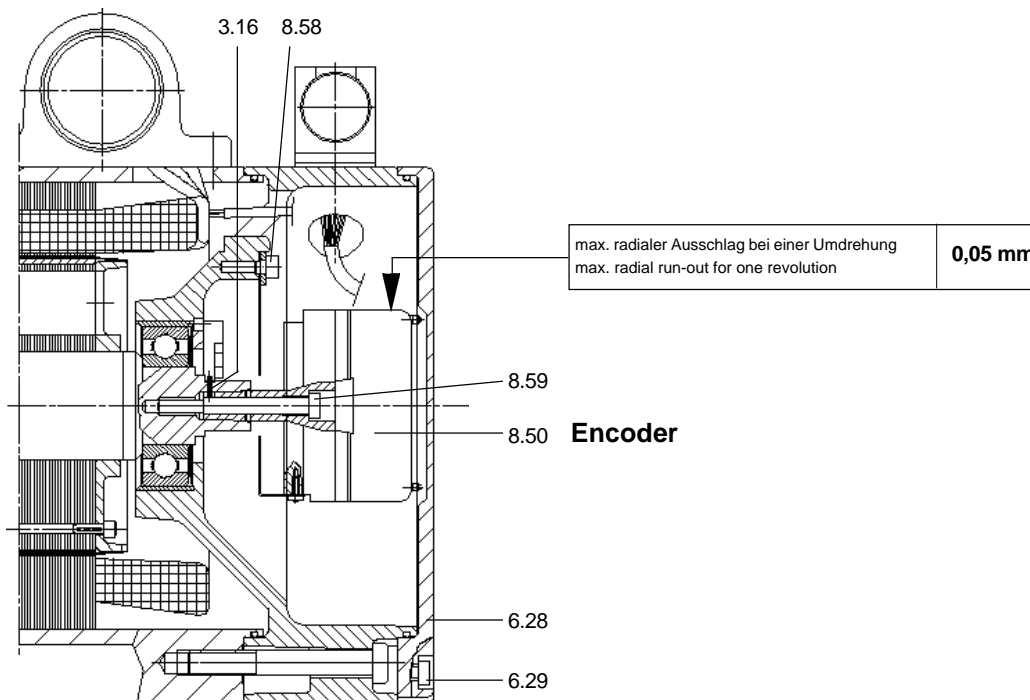
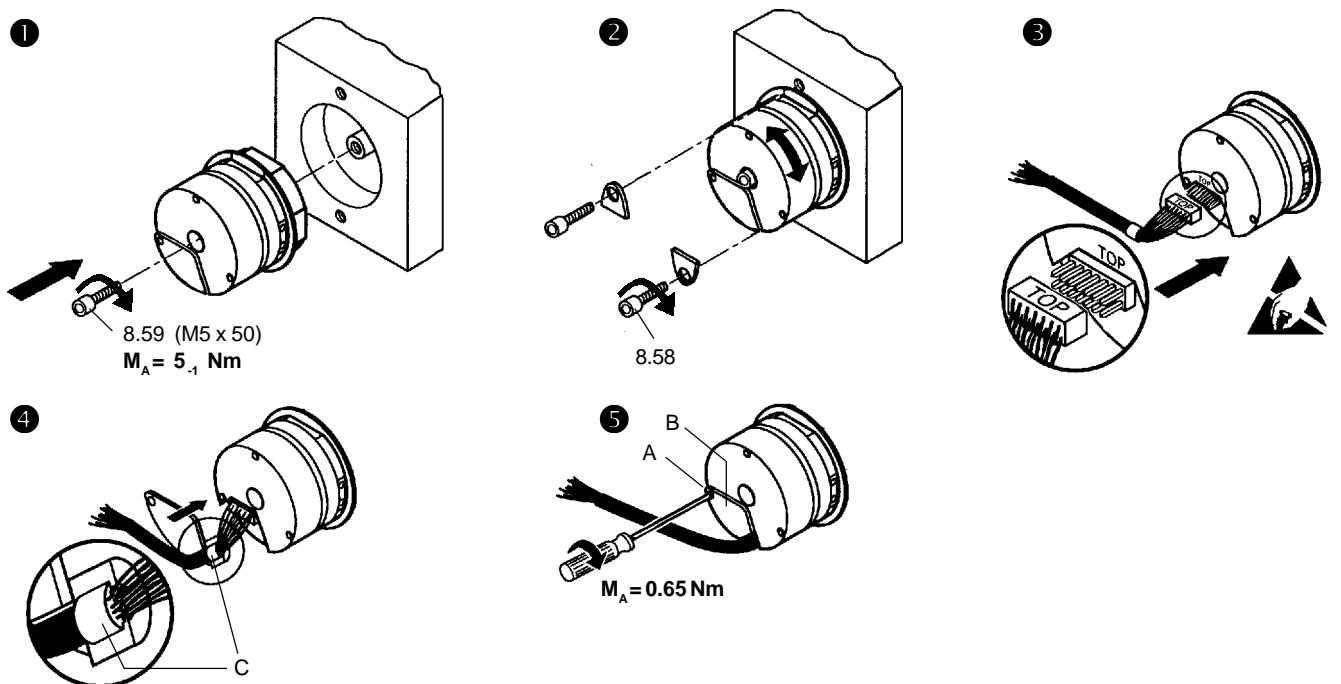

Fig. 104.1 Demontage / Montage des Encoder
Fig. 104.3 Montage des Encoder
- Schrauben (6.29-Fig. 104.1) und Deckel (6.28) entfernen
- Encoder in den Konus des Motorläufers einsetzen, wobei darauf zu achten ist, daß der Spannstift (3.16-Fig. 104.1) in die Nut der Encoderläufers einrastet. **Paßstift (3.16) nicht beschädigen!**
- ①...⑤ (s. Fig. 104.3)
- ① Schraube (8.59) eindrehen. Mitdrehen des Läufers durch Halten am AS-Wellenende verhindern; max. Anziehdrehmoment $M_A = 5,1 \text{ Nm}$ beachten!
- ② Schraube (8.58) befestigen
- ③ Stecker einstecken; Steckerbeschriftung beachten!
- ④ Metallhülse C an Encoderleitung eindrücken
- ⑤ Deckel B mit Schraube A befestigen; max. Anziehdrehmoment $M_A = 0,65 \text{ Nm}$ beachten!
- Mit Hilfe einer Rundlauf-Meßuhr muß am Encodergehäuse überprüft werden, ob der radiale Ausschlag bei einer Umdrehung des Motorläufers kleiner 0,05 mm (s. Fig. 104.1) ist. Wenn dieser Wert nicht erreicht wird, das Gebersystem nochmals demontieren, die Kegelflächen reinigen und das Gebersystem gut fluchtend wieder montieren
- Deckel (6.28-Fig. 104.1) befestigen;
- Remove screws (6.29, Fig. 104.1) and cover (6.28)
- Insert the encoder in the cone at the end of the rotor, taking care that the locating pin (3.16, Fig. 104.1) engages in the slot of the encoder rotor. **Do not damage the locating pin (3.16)!**
- ① to ⑤ (Fig. 104.3).
- ① Insert and tighten screw (8.59). While doing so, hold the D-end of the shaft to prevent the rotor from turning; pay attention to max. tightening torque $M_A = 5,1 \text{ Nm}$!
- ② Secure screw (8.58)
- ③ Insert plug connector; pay attention to marking on plug connector!
- ④ Press in metal sleeve C, situated on the encoder line.
- ⑤ Fix cover B with screw A; pay attention to max. tightening torque $M_A = 0.65 \text{ Nm}$!
- With the aid of a dial gauge, the encoder case must be checked to ensure that the radial run-out during one revolution of the motor is less than 0.05 mm (Fig. 104.1). If this value is not attained, the sensor system must be disassembled again, the tapered surfaces must be thoroughly cleaned and the sensor system must then be assembled again in proper alignment.
- Fix cover (6.28, Fig. 104.1) in place;